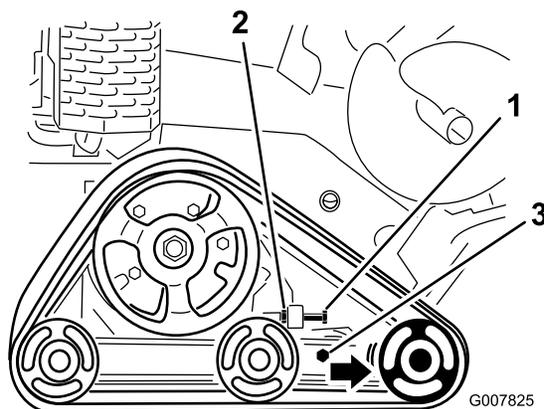

Рисунок 48
3. Ослабьте зажимную гайку на натяжном болте гусеницы и зажимные болты на натяжном рычаге (Рисунок 48).
4. Для натяжения гусеницы затяните натяжной болт с моментом 32,5–40 Н•м (Рисунок 48).
4. Отвинтите натяжной винт и зажимную гайку (Рисунок 48).
5. Ослабьте зажимные болты (Рисунок 48).